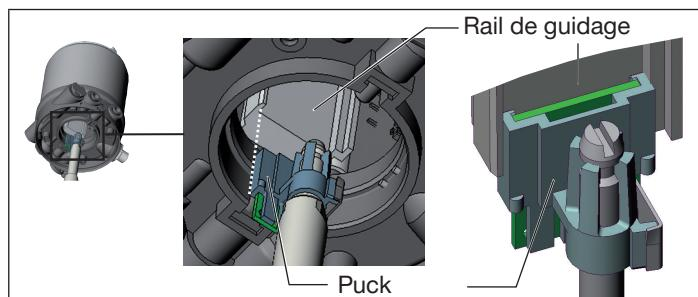

Fig. 6: Alignement du puck
2. les manchons de l'unité de commande s'insèrent dans les raccords d'air de pilotage de l'actionneur (voir « Fig. 6 »).